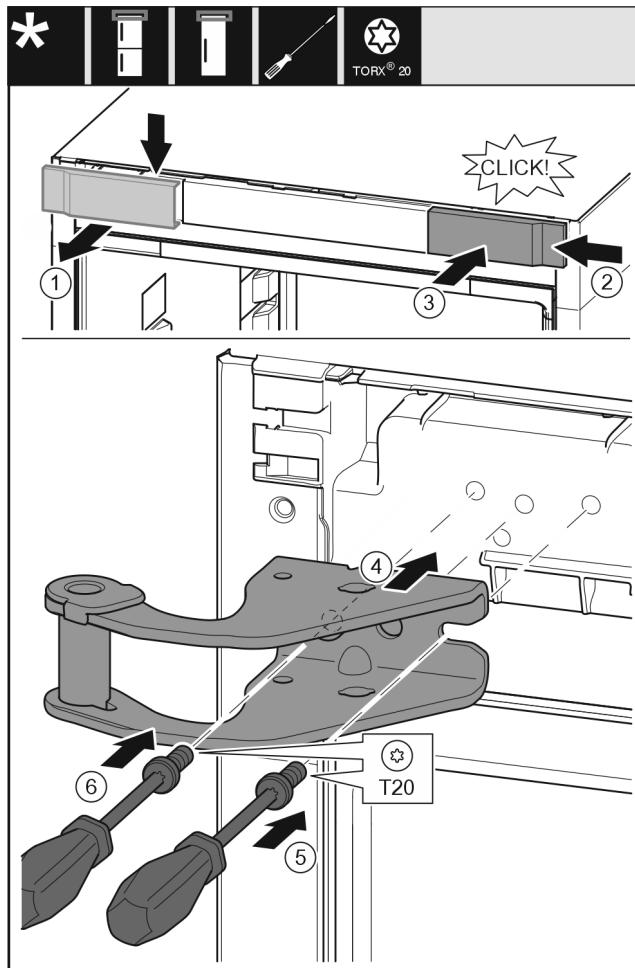

Fig. 14
- ▶ 从上方朝前取下盖板 Fig. 14 (1)。
- ▶ 将盖板 Fig. 14 (2)旋转 180° 至另一侧从右边挂上。
- ▶ 插入盖板 Fig. 14 (3)。
- ▶ 装上方的托架 Fig. 14 (4)。
- ▶ 用螺丝刀放上并旋紧螺钉 Fig. 14 (5)。
- ▶ 用螺丝刀放上并旋紧螺钉 Fig. 14 (6)。